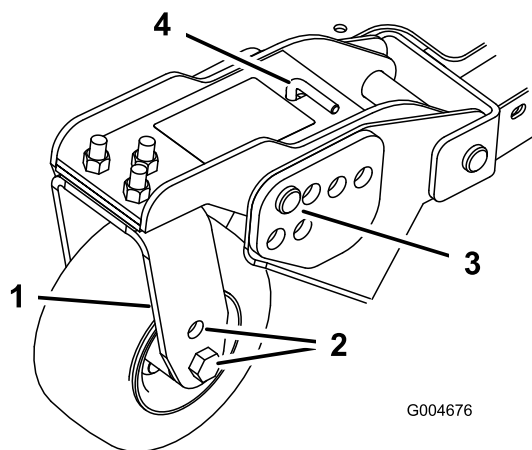
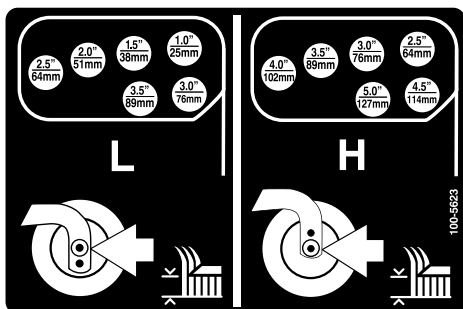

Figura 24
Figura 25
1. Coloque los ejes de las ruedas giratorias en el mismo taladro en todas las horquillas (Figura 22 y Figura 24).
6. Retire la chaveta y los pasadores de los brazos de pivote de las ruedas giratorias (Figura 24).
7. Gire la varilla tensora para elevar o bajar el brazo de pivote hasta que los taladros estén alineados con los taladros seleccionados del soporte de ajuste de la altura de corte en el bastidor de la carcasa de corte (Figura 24 y Figura 25).